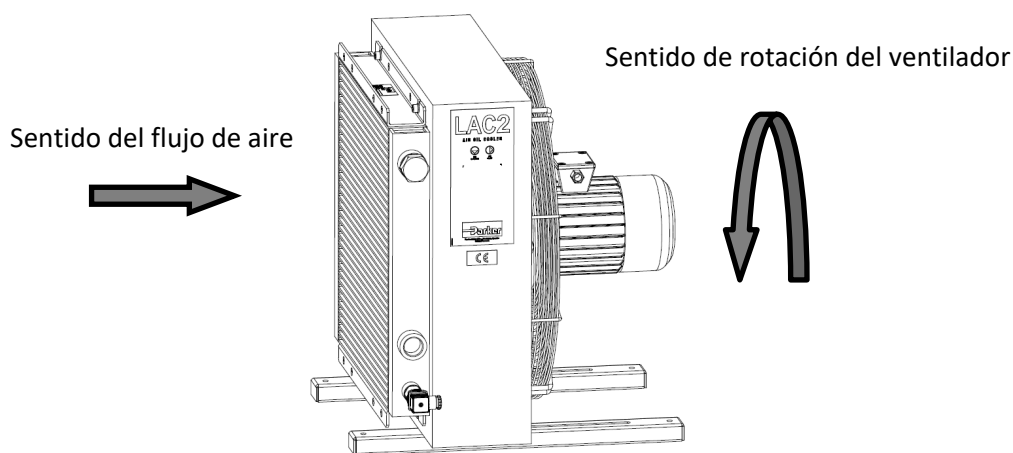

fig. 18
6. Durante el funcionamiento, comprobar que el sentido de rotación del ventilador al activarse y el sentido del flujo de aire correspondan con los del esquema de la fig. 18